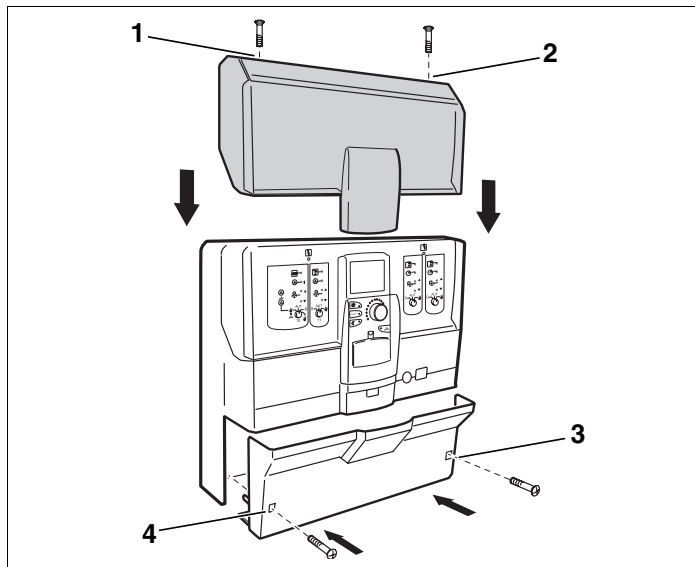

Рис. 10 Установка крышки корпуса и нижней крышки
- Закрутите два винта на верхней крышке корпуса (рис. 10, поз. 1 и 2).
- Закрутите два винта нижней крышки (рис. 10, поз. 3 и 4).